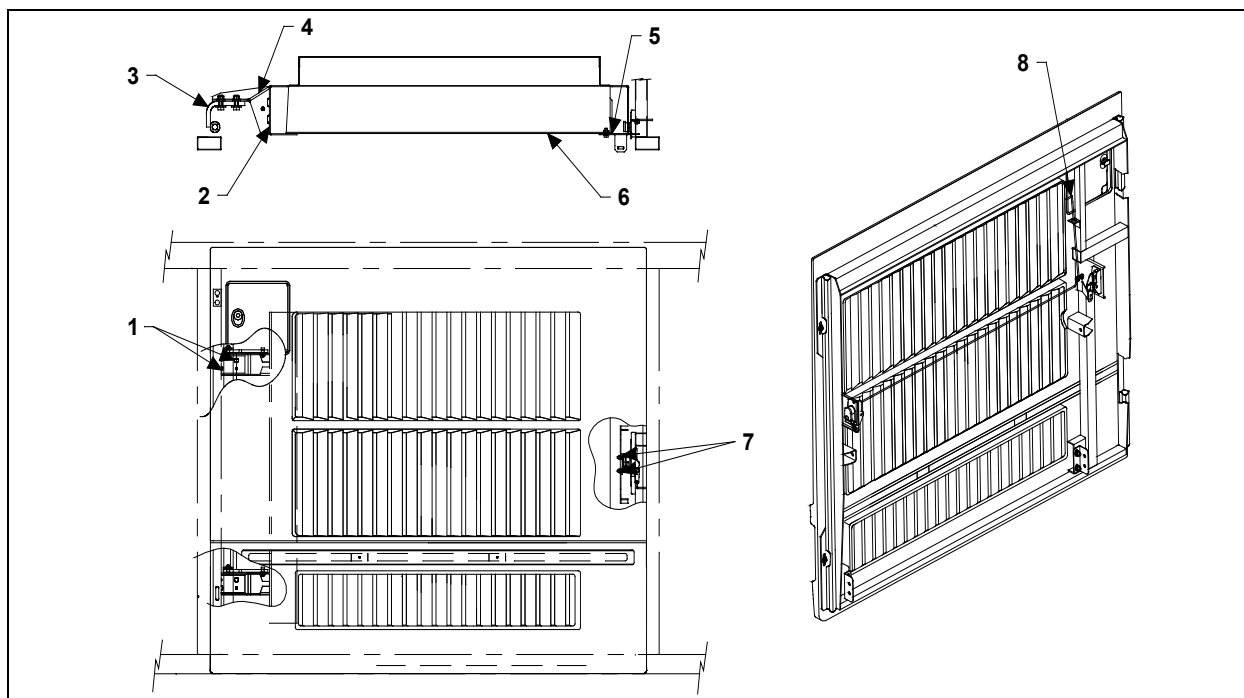

FIGURE 72 : PORTE DU COMPARTIMENT DU CONDENSEUR
- Desserrer les écrous (1, Figure 72) tenant la charnière (3, Figure 72) à la fixation de charnière (4, Figure 72). Le fait de desserrer les écrous (1, Figure 72) permet de déplacer le condenseur vers la gauche ou la droite et vers le haut ou le bas.
- Desserrer les écrous de support qui fixent le panneau au condenseur. Le panneau (6, Figure 72) peut alors être déplacé vers l'intérieur ou l'extérieur, vers la gauche ou la droite, et vers le haut ou le bas.
- Ajuster le panneau du condenseur par rapports aux supports (2, Figure 72 et 5, Figure 72).